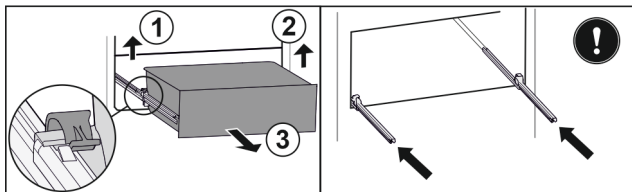

Fig. 170
- Løft den venstre klemme, og træk samtidigt skuffen i venstre side fremad. Fig. 170 (1)
- Løft den højre klemme, og træk samtidigt skuffen i højre side fremad. Fig. 170 (2)
- Tag skuffen ud fremskudt. Fig. 170 (3)